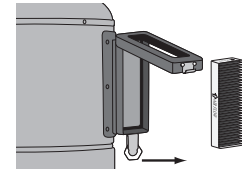

Abbildung 9
2. Entnehmen Sie den verschmutzten Kohlefilter und entsorgen Sie diesen (**Abbildung 9**).